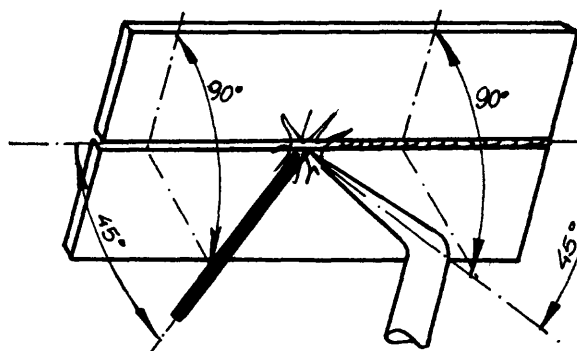

Fig. 1
- a Incline la boquilla y la varilla de aporte (fig. 1).